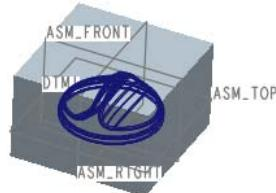

图 11.16 切出参考模型
Step3. 将模型调整到图 11.16 所示的视图方位。先将鼠标指针移至模型中的目标位置，即图 11.16 中的表面附近，右击，然后在系统弹出的快捷菜单中选择 从列表中拾取 命令。
Step4. 在系统弹出的对话框中选择 **MICRO-OVEN_SWITCH.PRT** 选项，此时图 11.16 中的参考模型会加亮。最后，在“从列表中拾取”对话框中单击 **确定①** 按钮。